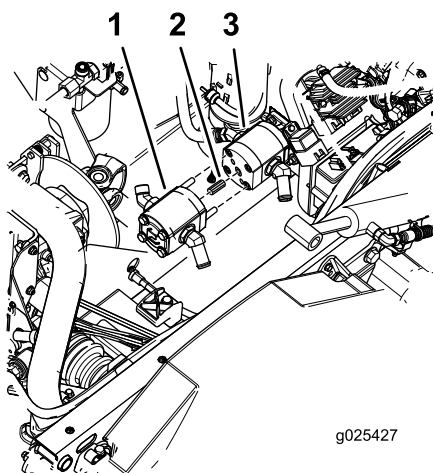

Figura 7
4. Con i due bulloni lunghi, montate la pompa a flusso elevato su quella esistente (Figura 7).